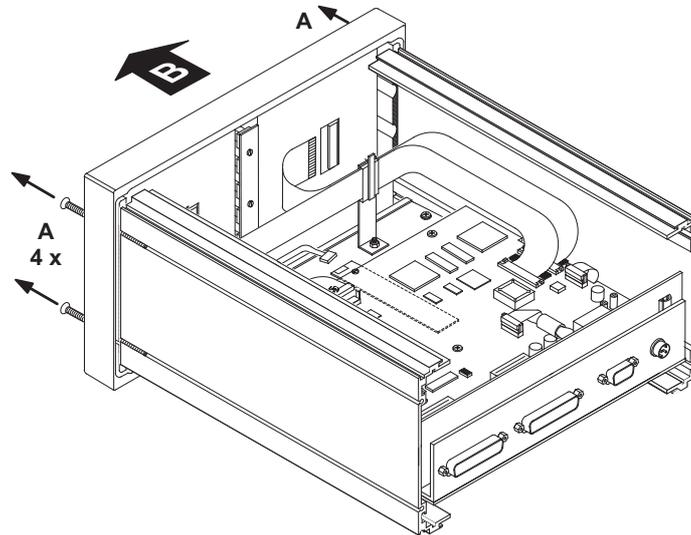

Bild D 8-27: Lösen der Frontblende und Herunterkippen auf die Unterlage
3. Lösen und entfernen Sie mit einem geeigneten Schraubendreher die Kreuzschlitzschrauben von der Frontblende (siehe Bild D 8-27, A).
4. Kippen Sie die Frontblende auf die Unterlage (siehe Bild D 8-27, B).